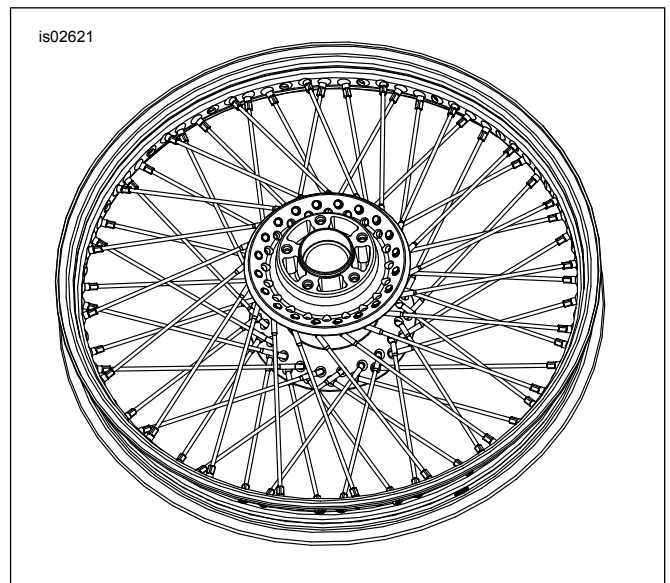

Figura 7. Installare i raggi esterni (la figura ritrae la ruota da 21 pollici)
7. Vedere Figura 7. Girare il cerchione in modo che il disco del freno sia rivolto verso il **basso**. Inserire nel mozzo uno qualsiasi dei raggi della fila **esterna**. Inclinare ogni raggio in senso antiorario ed inserirlo sul cerchione nel foro con l'angolatura corrispondente. Assemblare, senza serrare, il niplo del raggio.